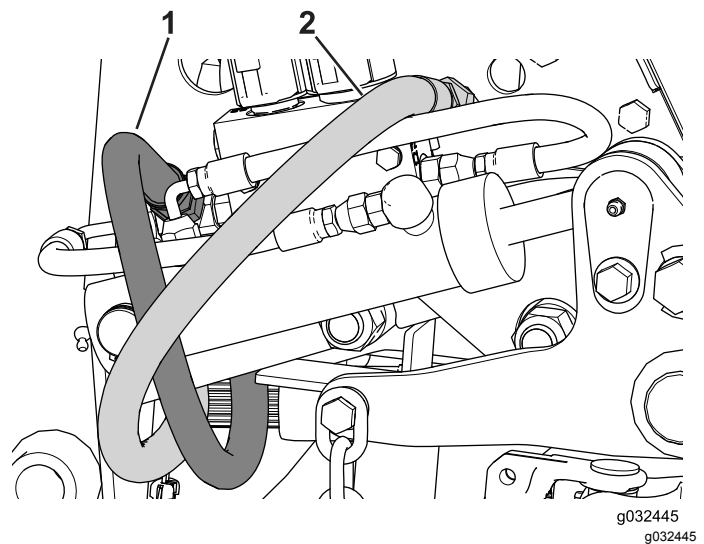

図 124
4. 戻り側の油圧ホースを、制御バルブのTというマークのついたポートに接続する 図 124。
5. 高圧側の油圧ホースを、制御バルブのP2というマークのついたポートに接続する 図 124。